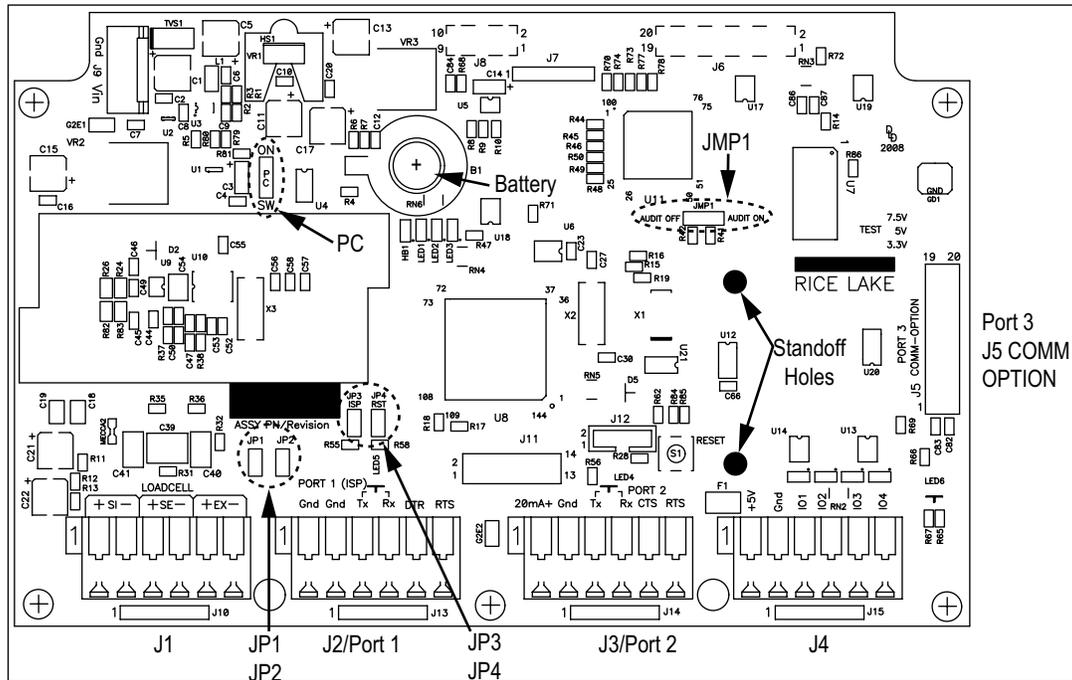

Figura 2-6. Tarjeta de la CPU de CW-90/90X
3. Localice la batería insertada en la placa de CPU. Consulte la Figura 2-6 en la página 19.